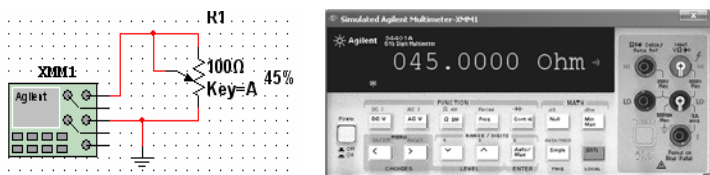

图 5-133 万用表连续测量电阻连接
2) 测量电路如图 5-133 左边所示，在测量前调整门槛电阻值，设置为 50Ω 。单击仿真开关开始仿真后，按动键盘上的〈A〉键，万用表显示的读数渐渐增大；若按住键盘上〈Shift〉键，再按动键盘上〈A〉键，万用表显示的读数渐渐减小，若减小到等于或者小于某个值时，可听到“嘟嘟”的声音。